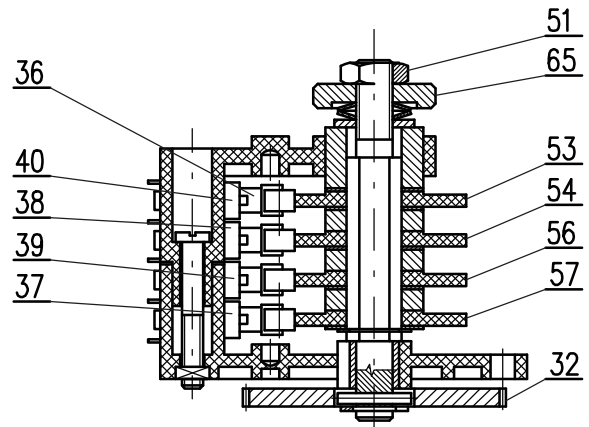

Рис. 5
Позиционно-сигнальное устройство (11), рис. 5.